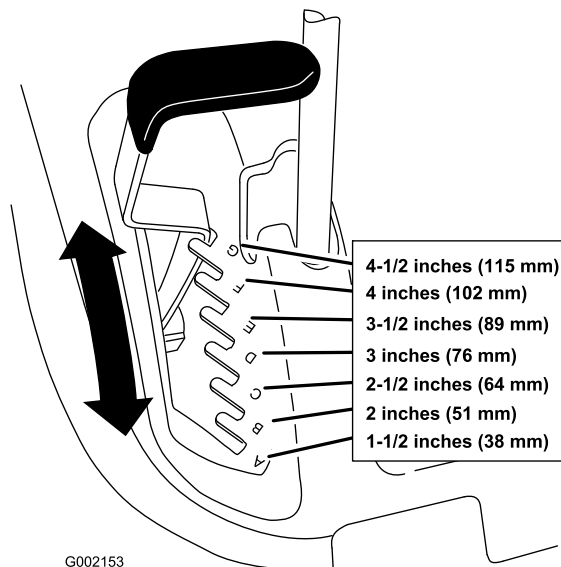

Figura 15
1. Alzate la leva dell'altezza di taglio in posizione di trasporto (anche la posizione di 114 mm dell'altezza di taglio) (Figura 15).
2. Per regolare, alzate la leva di regolazione dell'altezza di taglio e spostatela nella posizione desiderata (Figura 15).